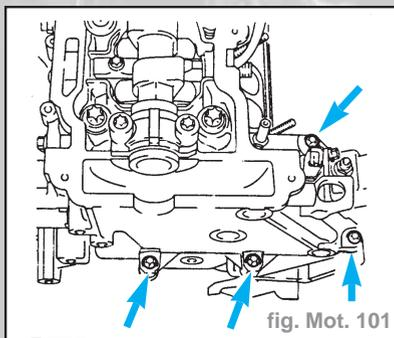

fig. Mot. 101
- Rafrâchir le filet des vis de fixation (6) de la culasse.
- Déposer les vis de fixation (flèches) de la culasse. Tenir compte des longueurs de vis (fig. Mot. 101).